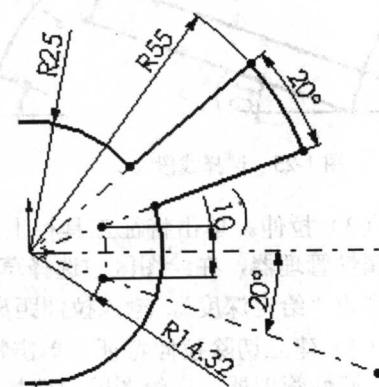

图 1-22 标注弧半径
- 2) 将角度尺寸 40° 删除, 标注出弧的半径尺寸, 如图 1-22 所示。